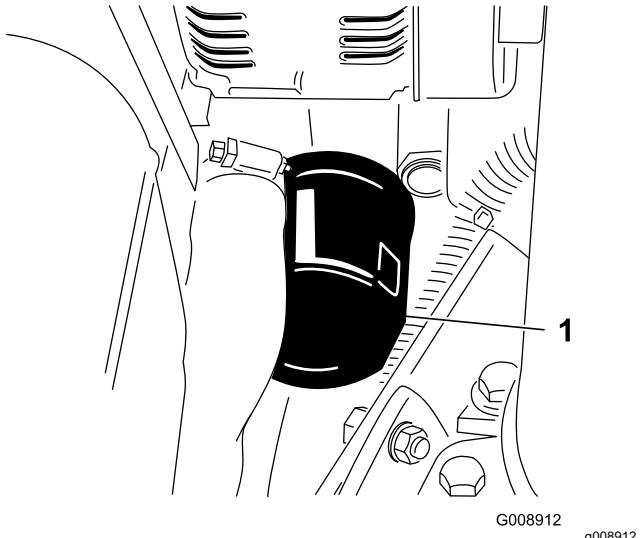

Figura 62
- Togliete il filtro dell'olio (Figura 62).